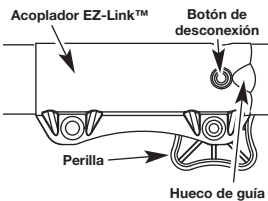

Fig. 8
- Gire la perilla en sentido antihorario para aflojarla (Fig. 8).
- Oprima y sostenga el botón de desconexión (Fig. 8).
NOTA: La alineación del botón de desconexión con el hueco de guía facilitará la instalación (Fig. 8).